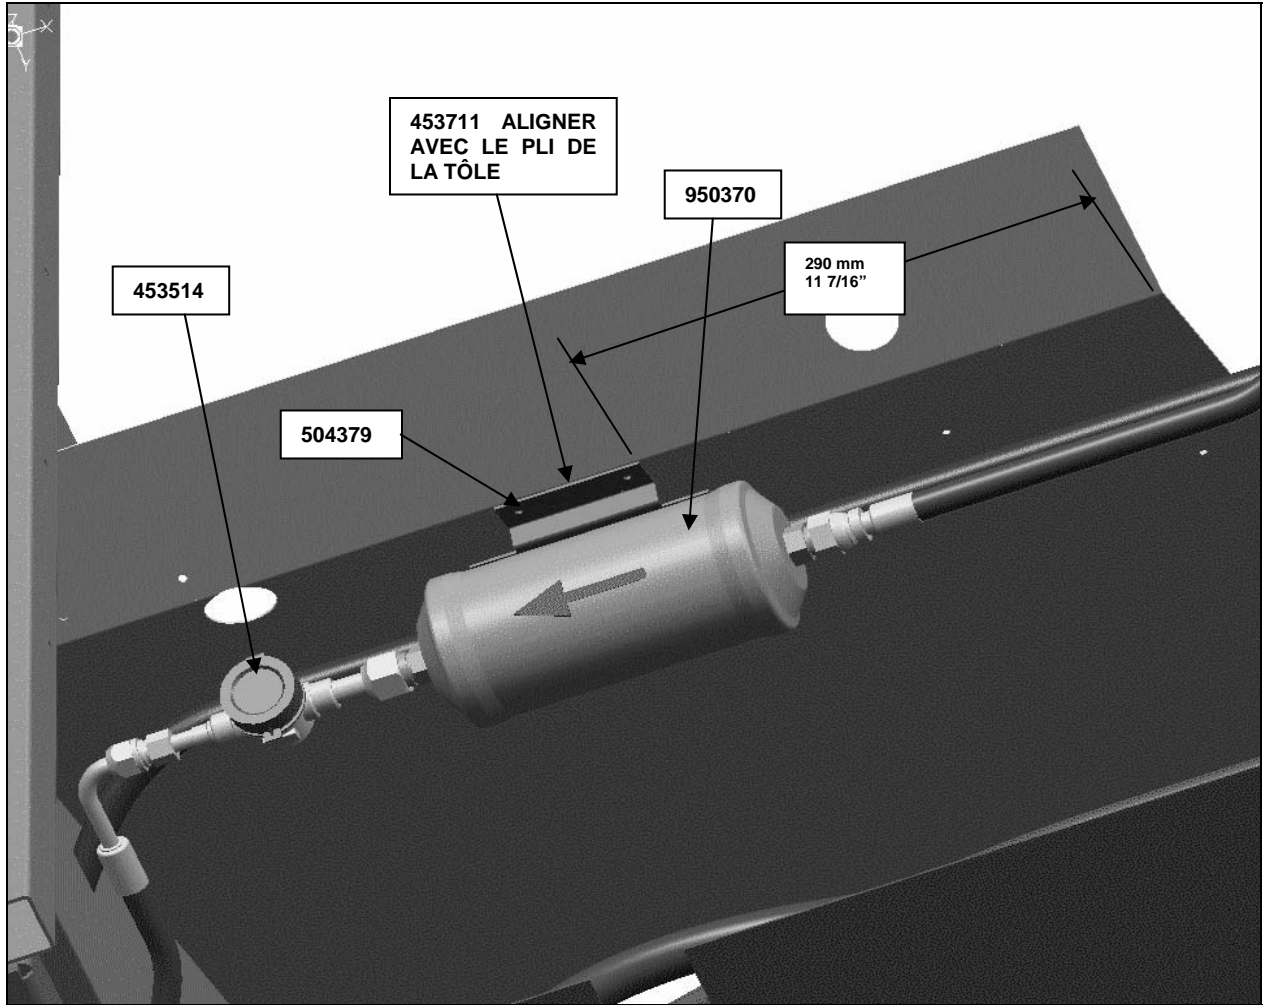

FIGURE 16
7. Aligner le support du filtre assécheur (453711) avec le pli de la tôle et marquer les trous de montage (voir figure 16). Percer les trous et fixer le support à l'aide des rivets (504379). Installer le filtre assécheur (950370) et l'ensemble indicateur d'humidité (453514).